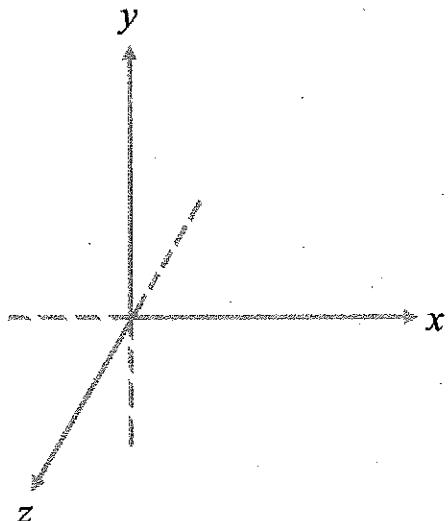

図 1
問(1) 図 1 を用いて転位を考える。すべり面が $x-z$ 平面、バーガースベクトルが x 軸と平行である場合、 x 軸、 y 軸、 z 軸と平行な方位を、ミラー指数で答えなさい。
問(2) 解答用紙の Fig. 1 (a), Fig. 1 (b) それぞれに「刃状転位線」と「らせん転位線」を記入しなさい。
問(3) 問(2)で解答用紙の Fig. 1 (a), Fig. 1 (b) に描いた転位は外力負荷によって $x-z$ 平面上を運動する。それが運動可能な方位をミラー指数で答えるとともに、Fig. 1 (a), Fig. 1 (b) 中に矢印でそれぞれ記入しなさい。
問(5) 問(2)で解答用紙の Fig. 1 (b) に描いた「らせん転位」が交差すべりできるすべり面を、Fig. 1 (b) に模式的に書き入れなさい。